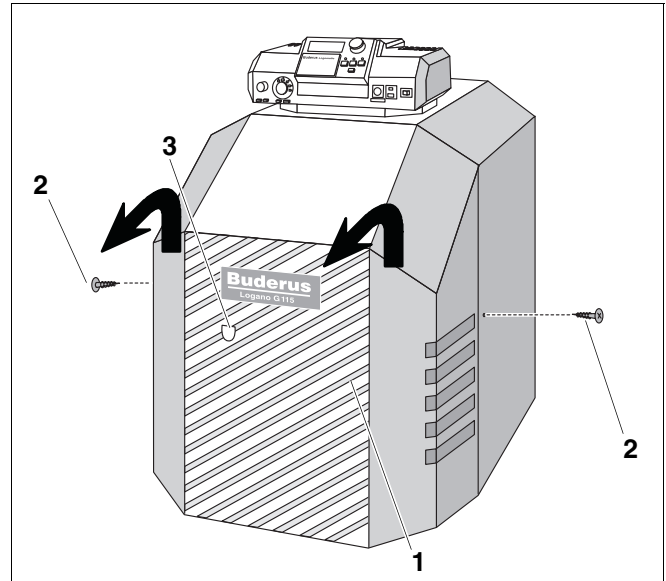

Fig. 5 Înlăturați capacul arzătorului
Dacă cazanul de încălzire Logano G115 este dotat cu un arzător Logatop tip BE, atunci puteți activa tasta de deparazitare prin gaura de la capacul arzătorului (fig. 5, **poz. 3**). Nu este necesar să demontați capacul arzătorului.
- Scoateți ambele șuruburi de siguranță (fig. 5, **poz. 2**) ale capacului arzătorului (fig. 5, **poz. 1**).
- Înlăturați capacul (fig. 5, **poz. 1**) arzătorului.